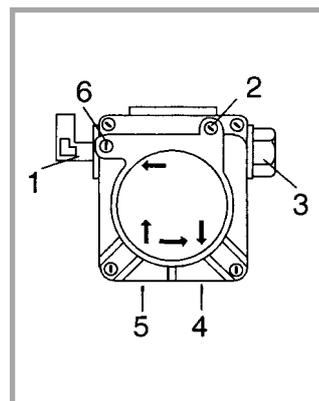

Figure 17 - Amorçage de la pompe
**Monotube** : Desserrer le bouchon de la prise vacuomètre (rep. 6, fig. 17) et attendre la sortie du fioul. Démarrer le brûleur, illuminer la cellule photorésistante et purger l'air par le raccord du manomètre.